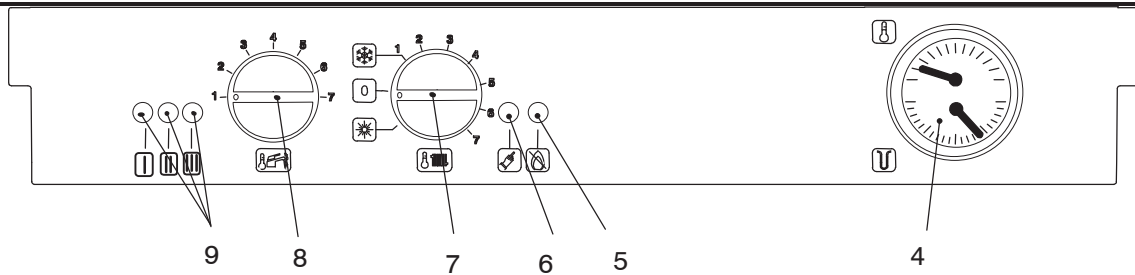

Fig. 1.3
Three lights (9 in Fig. 1.3) give detailed indication regarding the operation of the boiler.
Три лампочки (9 на рис.1.3) дают подробную информацию о работе котла. Нижеследующая таблица дает разъяснение индикации в зависимости от того, в какой последовательности и комбинациях моргают те или иные лампочки
2. Turn on the electricity supply to the boiler, switching on the fused spur isolation switch. The appliance operation light 9 (Fig. 1.3) will flash every 4 seconds (stand-by condition).
2. Включите электропитание котла. Индикатор котла 9 (рис.1.3.) будет моргать каждые 4 секунды (состояние ожидания)
The temperature and pressure gauge (4, Fig. 1.3) will allow you to check that the set temperature is obtained.